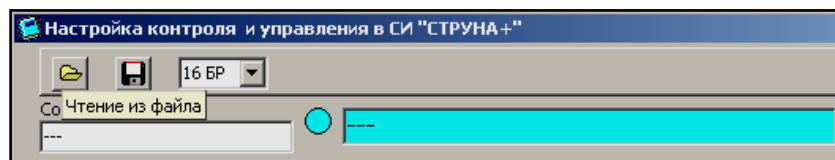
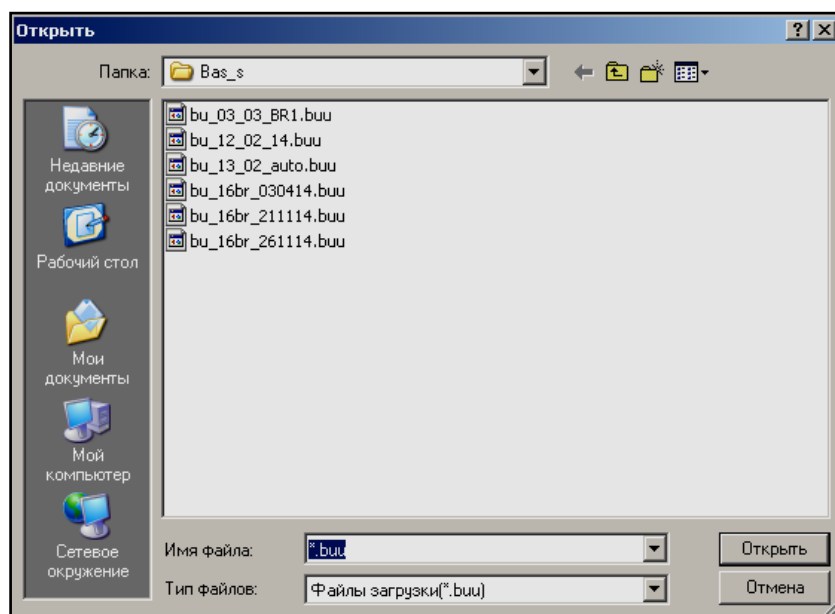

Рисунок 4.22
Рисунок 4.23
4.11.1 Нажать на кнопку «Чтение из файла» (рисунок 4.22). В результате на экране появится форма «Открыть» (рисунок 4.23).